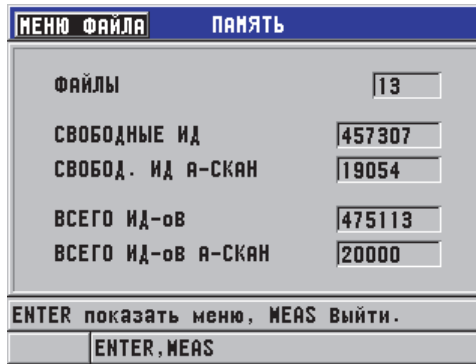

Рис. 6-34 Экран состояния ПАМЯТИ
1. Нажмите клавишу **[FILE]**, выберите **ПАМЯТЬ** и нажмите клавишу **[ENTER]**, чтобы открыть экран состояния **ПАМЯТЬ** (см. Рис. 6-34 на стр. 131). Данный экран отображает количество файлов, сохраненных на внутренней памяти, а также текущую емкость памяти.